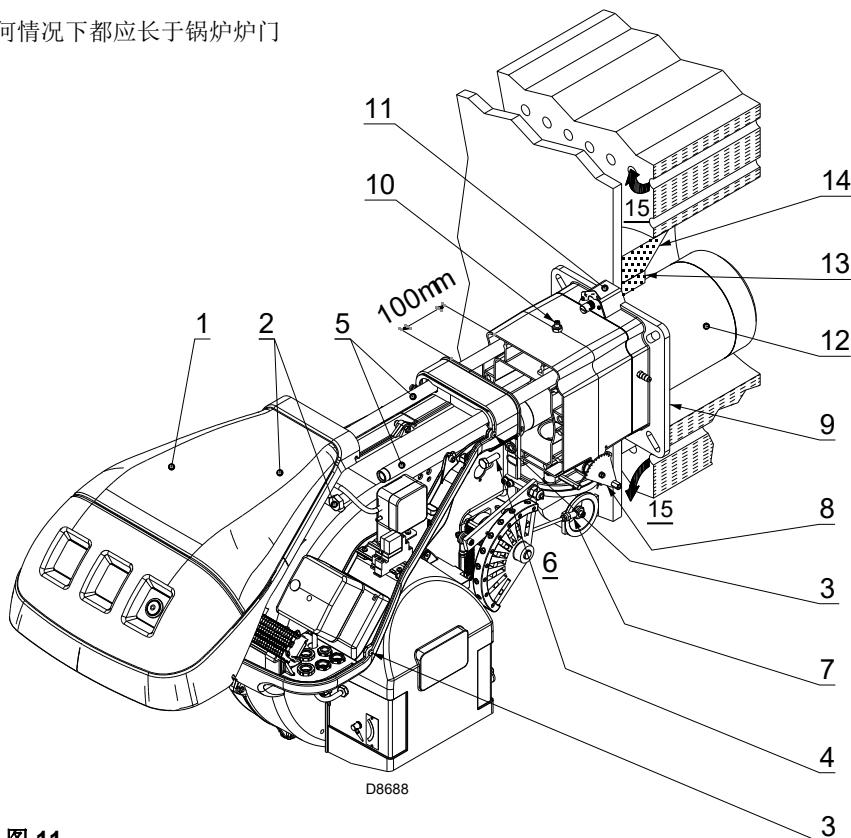

图 11
此保护性炉补不得妨碍取下燃烧筒。见图 11。
从燃烧器上拆下燃烧头，图 11。
进行完上述操作后，将法兰 11)(图 11) 固定到锅炉钢板上，中间插入随附的隔热垫 9)(图 11)。
- ▶ 从管路连接处 4), 沿滑杆 3) 推进燃烧器剩余约 100 mm, 直至达到图 11 所示位置;